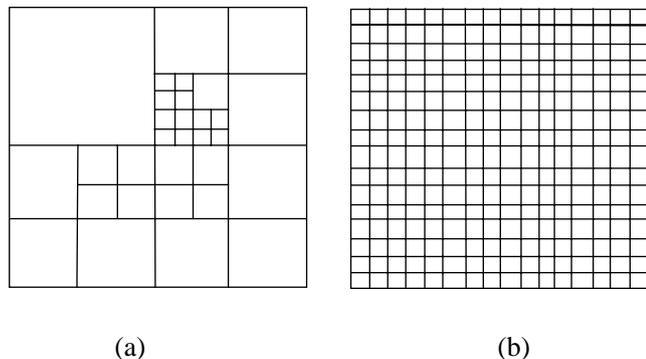

図 11: スカラ計算機、ベクトル計算機での違い
複雑なメッシュデータに対してPVR処理を高速で行うのは困難である。その理由は、①隣接情報を事前に作成しておく必要がある。②階層構造でデータを扱うのは効果的であるが、非構造格子について階層構造を作ることは難しい。③不規則な形状ではPVRの合成処理が複雑になる。④点の同定が構造化メッシュに比べて非常に困難である。そこで効率よい処理のために直交メッシュへの変換が必要である。しかしながら、同等の精度を維持してこの処理を行うと随分大きなメモリスペースが必要となる。またボリュームレンダリングの処理に時間がかかってしまう。そこで通常は8分木手法による階層型のデータ構造を採用する。これにより、トータルのボクセルの数を減らしても、内部情報の詳細さは維持できる (図11(a))。
一方、ベクトル計算機ではBONOはベクトル化されないため効率的ではない。そのため従来型の直交メッシュへの分割を行い1次元配列での処理となるようにしている。これによりベクトル化が実現できる（図11(b)）。